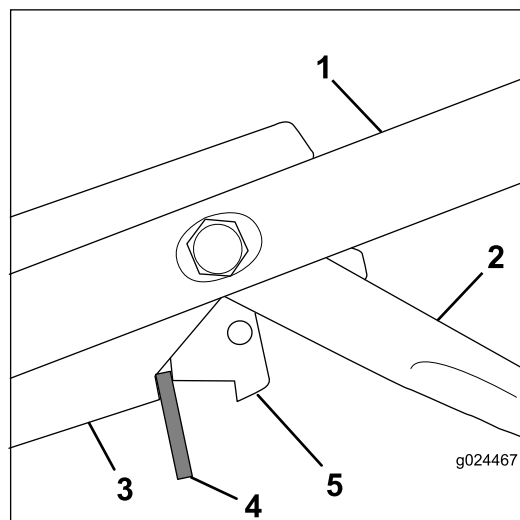

Figura 31
- Inserte un espaciador de 8 mm entre la palanca de control del freno de la cuchilla y el soporte de los controles del manillar (Figura 31).